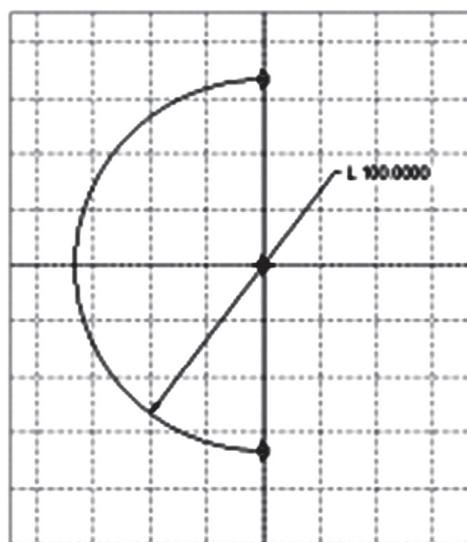
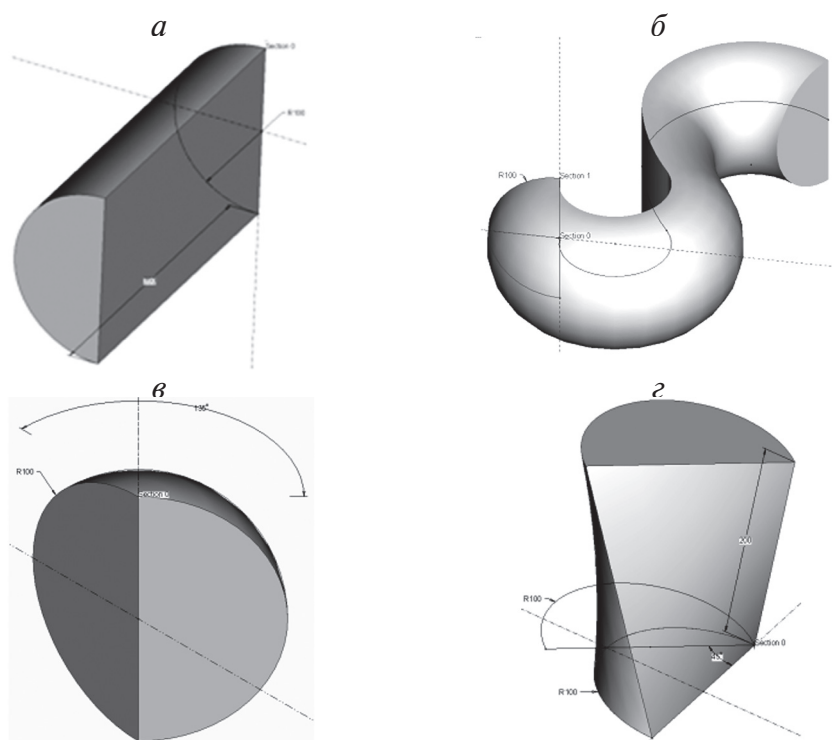

Рис. 4.14. Эскиз модели
Рис. 4.15. Твёрдые модели, полученные вытягиванием (а),
**Рисованные** операции формируют геометрию путем перемещения в пространстве сечения по определенному закону, либо замыкая одно сечение с другим. На рис. 4.14 показан эскиз сечения, на рис. 4.15 — четыре твердотельные модели, полученные преобразованием этого сечения с помощью различных инструментов: **Вытянуть** (*а*), **Протянуть** (*б*), **Вращать** (*в*) и **Плавное сопряжение** (*г*).